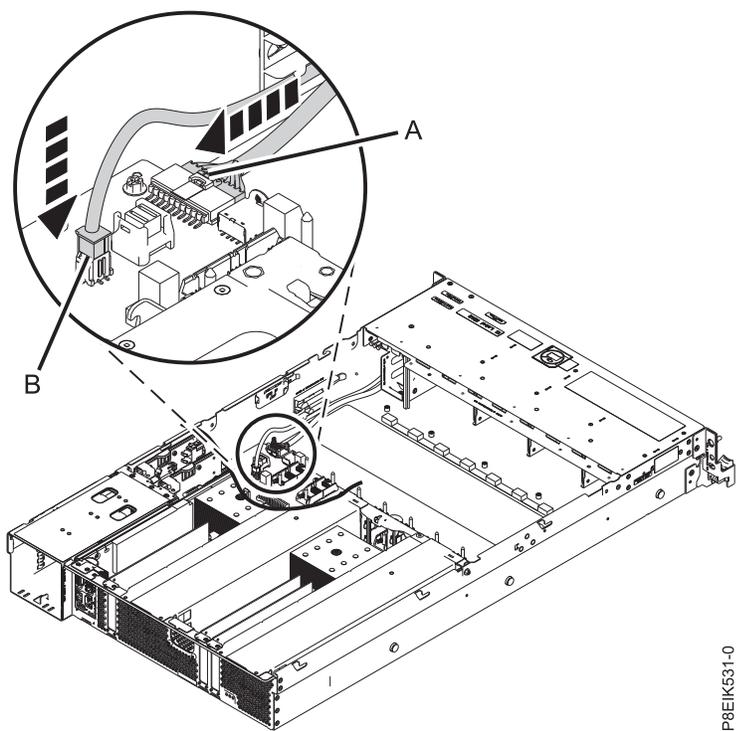

図 111. 前面 USB ケーブルおよび電源スイッチおよびケーブルの位置
- ラベルを確認して、前面 USB ケーブル (A) と 電源スイッチおよびケーブル (B) をシステム・バックプレーンに接続します (図 111を参照)。ケーブルのラッチ・クリップが、カチッと音を立ててコネクタの所定の場所に収まったことを確認してください。